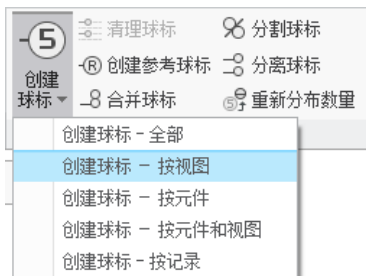

图 8.5.1 “BOM 球标”区域
Step2. 在 **表** 功能选项卡的 **球标** 区域中选择 **创建球标** 节点下的 **创建球标 - 按视图** 选项，如图 8.5.1 所示。